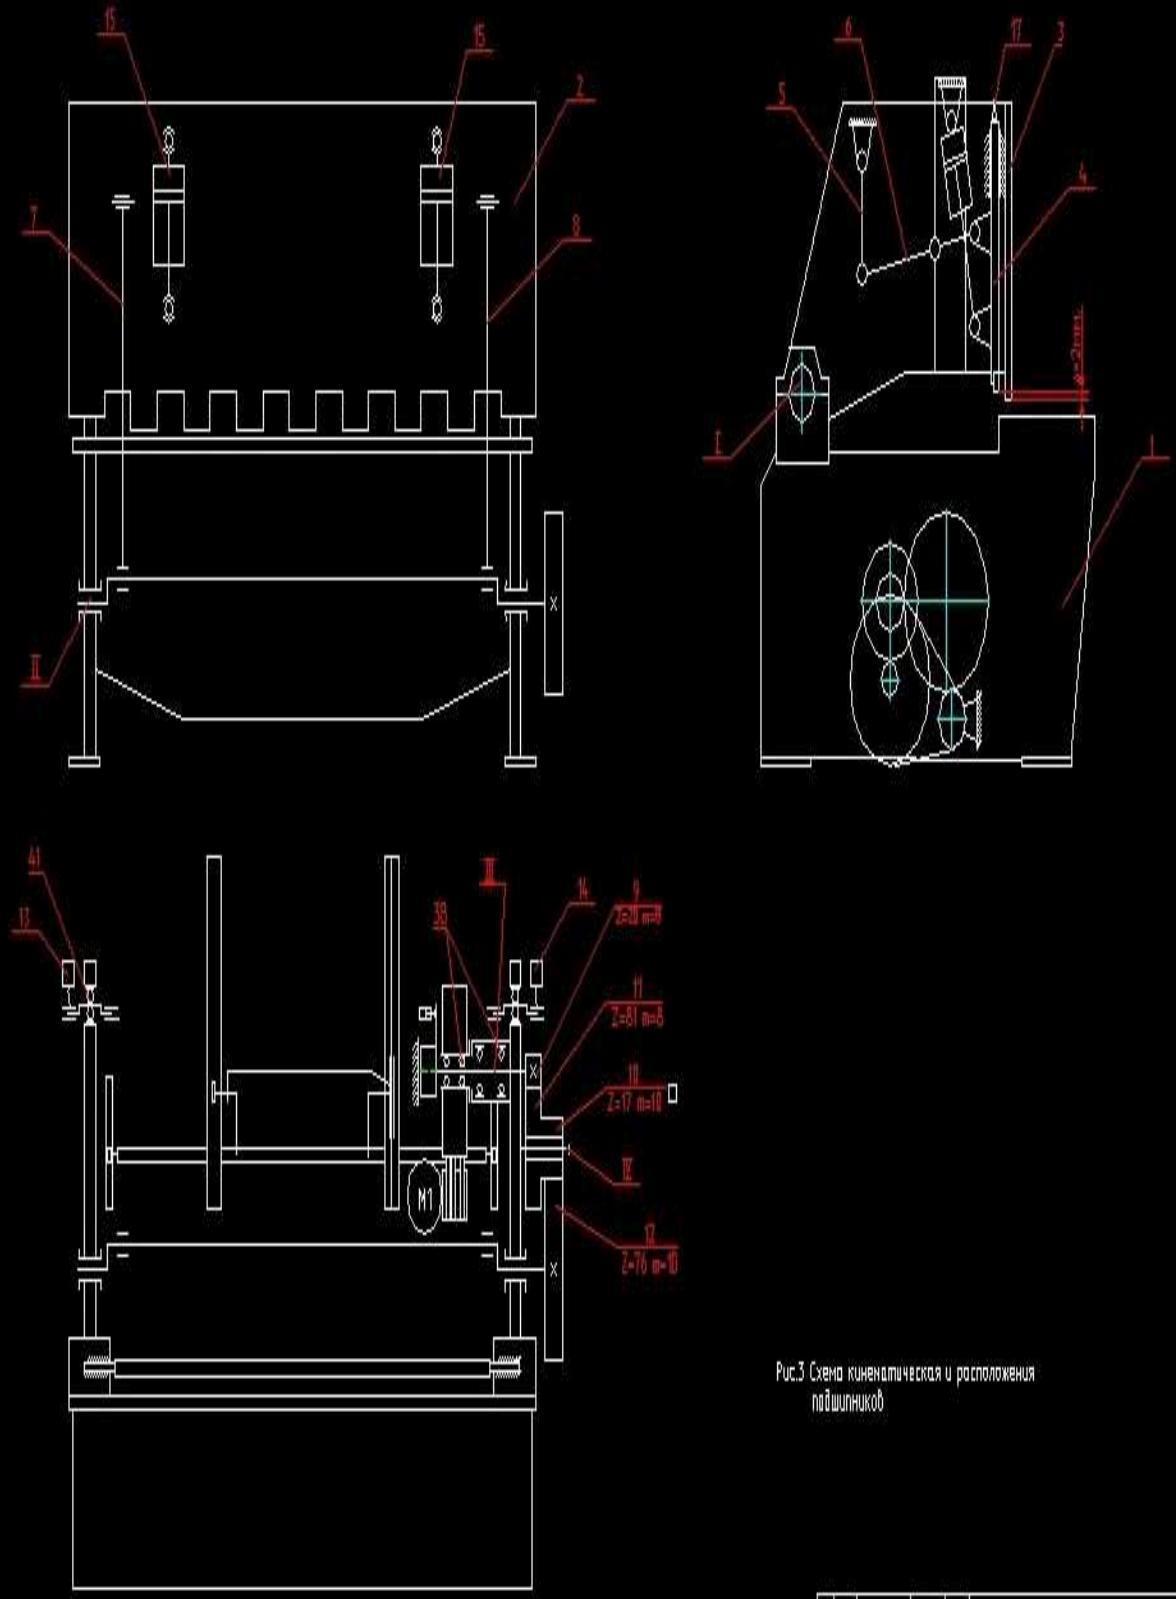

Рис.3 Схема кинематическая и расположения подшипников
1.3.1 Схема кинематическая и расположения подшипников (рис. 3)